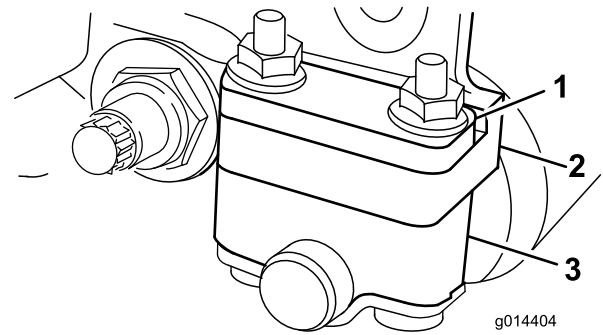
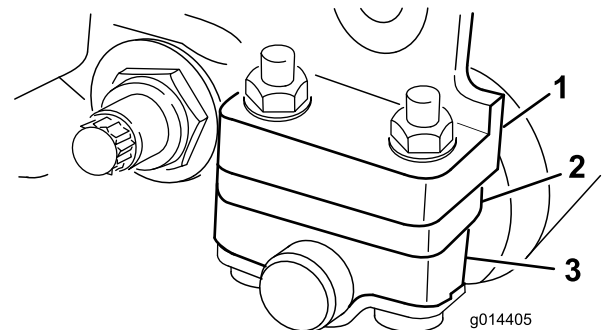

Figure 6
Figure 7
1. Réglez les supports du rouleau arrière (Figure 6 ou Figure 7) à la position supérieure ou inférieure selon la plage de hauteur de coupe voulue.
Placez l'entretoise au-dessus de la bride de fixation de la plaque latérale (réglage d'usine) lorsque les hauteurs de coupe sont comprises entre 1,5 et 6 mm (Figure 6).
Placez l'entretoise en dessous de la bride de fixation de la plaque latérale lorsque les hauteurs de coupe sont comprises entre 3 et 25 mm (Figure 7).